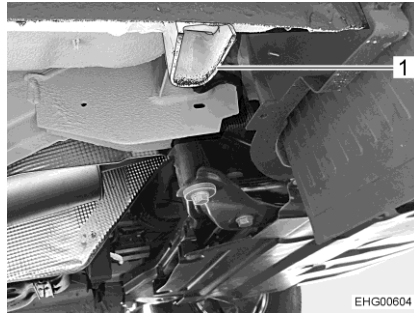

Bild 230 Aufnahme Vorderachse
- Wenn ein Rad an der Vorderachse gewechselt werden soll: Wagenheber an der dafür vorgesehenen Aufnahme (Bild 230,1) ansetzen.